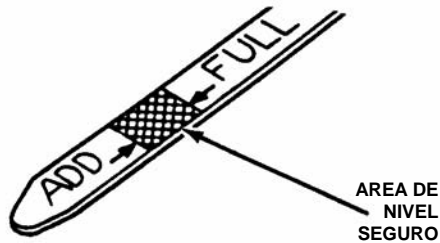

FIGURA 2.1
2.1.3. Revise el nivel de aceite del motor y añada aceite hasta que llegue a la marca de nivel lleno (FULL). Para averiguar las especificaciones de aceite, consulte el manual del motor. Vea la figura 2.1.